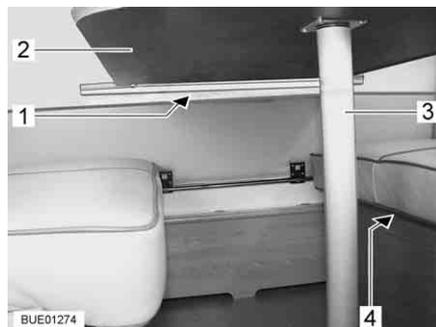
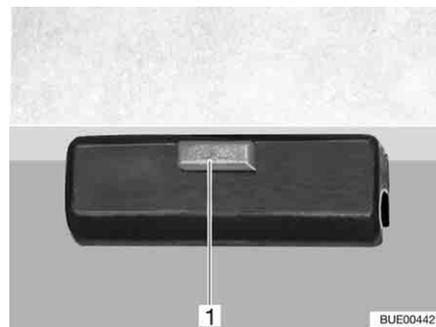

Fig. 91 Table suspendue avec pied de table amovible
Fig. 92 Dispositif de verrouillage
- Soulever légèrement le plateau de table (Fig. 91,2) à l'avant.
- Dévisser et retirer le pied de la table (Fig. 91,3).
- Appuyer sur le bouton de déverrouillage (Fig. 92,1) sur le dispositif de verrouillage (Fig. 91,1).
- Poser le plateau de table dans les réceptions (Fig. 91,4) sur les banquettes.